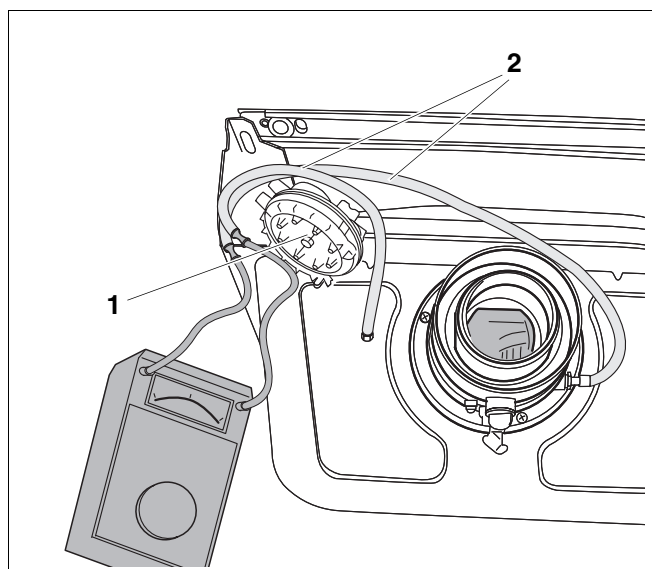

Fig. 12 Măsurarea presiunii diferențiale
- Se scoate presostatul diferențial (Fig. 12, Poz. 1) din suport.
- Se scot ambele furtune (Fig. 12, Poz. 2) (se notează ordinea lor) și se cuplează la un manometru cu tub înclinat.